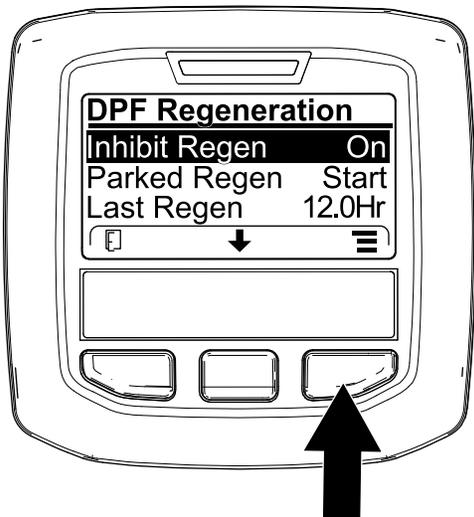
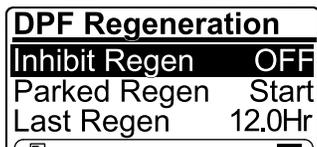

Figura 13
Figura 14
1. Accedete al menu DPF Regeneration, premete il pulsante centrale per scorrere il menu verso il basso fino all'opzione INHIBIT REGEN, quindi premete il pulsante destro per selezionare la voce Inhibit Regen (Figura 13).
2. Premete il pulsante destro per modificare l'impostazione dell'inibizione della rigenerazione da On a Off (Figura 13) o da Off a On (Figura 14).